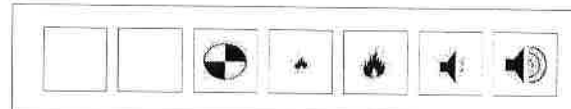

Fig.9
Warnung – Schalter „A“ immer auf „OFF“ (0) stellen (Abb. 9) und vor dem Reinigen des Kamins das Gerät vom Stromnetz trennen.
1. Schalter „A“ auf die „OFF“ (0) Position (Abb. 9) stellen.